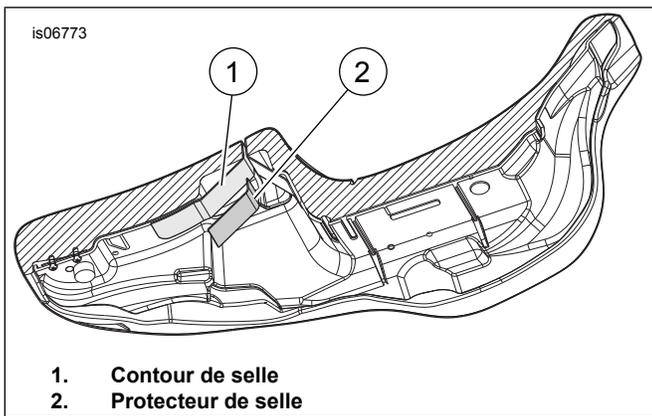

Figure 4. En dessous de la selle
13. Voir la Figure 4. Notez la forme que couvrira la surface du protecteur de selle (2) et façonnez doucement le protecteur pour mieux l'ajuster aux contours (1) de la selle.